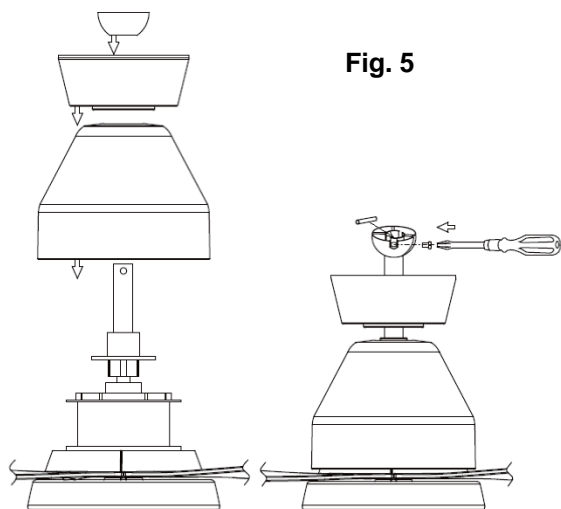

Fig. 5
- Rimuovere la calotta (3) e l'alloggiamento del motore (5) dall'alberino (4).
- Fissare la pala (7) al supporto (8) stringendo le 3 viti (6).
- Reinstallare l'alloggiamento del motore e la calotta nell'alberino. Fig. 5
- Fissare nuovamente il perno e il giunto sferico all'alberino. Fig.5